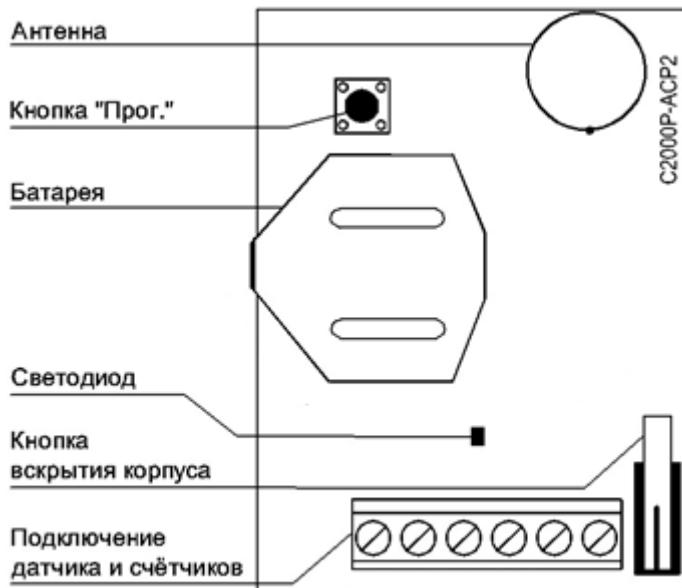

Рисунок 2.2 Расположение элементов на плате
На плате ACP2 располагается элемент пит器ия и органы управления прибором (см. Рисунок 2.2):
- Зажать кнопку «Прог.» на плате ACP2 (см. Рисунок 2.2) на время более 3 секунд.
Тест качества связи запускается посредством короткого нажатия на кнопку «Прог.» на плате прибора (см. Рисунок 2.2). Запуск процедуры может занимать до 2 секунд, при этом прибор осуществляет анализ радиоэфира и регистрацию на оптимальном Радиоконтроллере или ретрансляторе.
- Отключите все источники питания и зажмите кнопку «Прог.» на плате устройства (см. Рисунок 2.2) до полной разрядки конденсаторов (5-10 с).